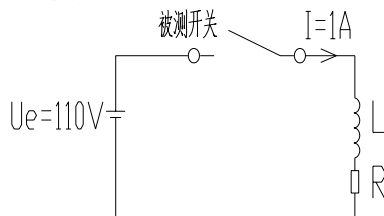

图14-9 清除触头表面氧化膜电路图
(1) 扳钮开关组日常检修时, 应注意检查触头内部及滚轮架(包括滚轮滚动)的动作是否灵活可靠。否则, 应在触头滚轮轴芯及滚轮架轴芯部分加少许稀 6 号汽油机油 (GB485-72), 以增加触头动作的灵活性。
(2) 本扳钮开关组使用的触头 S847W2A2b 为自净式速动开关元件, 均为免维修型。如确有严重烧损和动作不灵活者, 应更换该触头。更换时, 注意触头型号和触头滚轮的安装方向。
(3) 应定期检测触头 S847W2A2b 的接触电阻, 采用低电阻测试仪(如固纬 GOM-801G)测量, 测量电流不小于 1A。触头的接触电阻应小于 500mΩ, 如果接触电阻较大, 可按图 14-9 电路接线, 分断 1A 左右时间常数 τ 为 20~50ms 的感性电流负载, 用分断弧光清除表面氧化膜, 减小接触电阻。